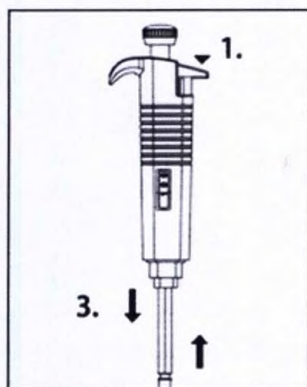

Рис.7
2. Высвободите запорный механизм с помощью приспособления для открывания, вставив его между сбрасывателем наконечников и втулкой сбрасывателя, как показано на рис. 7.